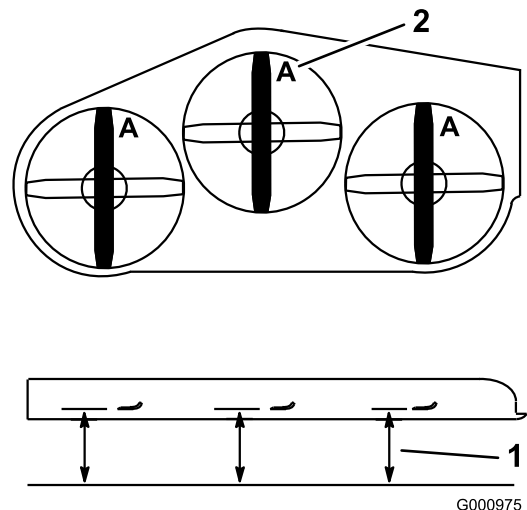

Figure 97
4. Mesurez la distance entre la surface plane et le tranchant (position A) des lames (Figure 97).